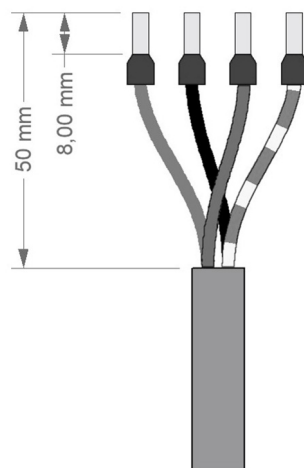

Bild 18: Förbereda nätkabel
1. Förbered elanslutningskabeln för anslutningen. (⇒ Bild 18)